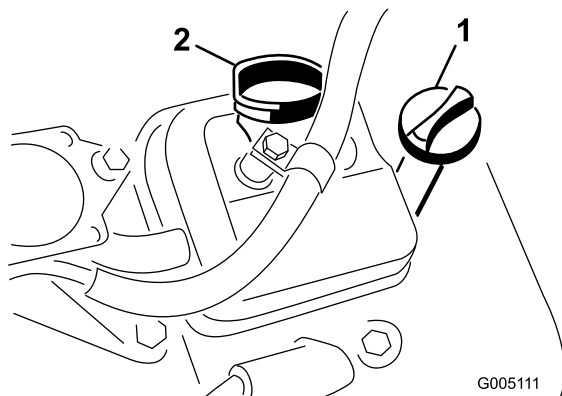

Figura 25
3. Avvitare l'asta di livello nel relativo tubo e assicuratevi che sia fissata saldamente (Figura 25).